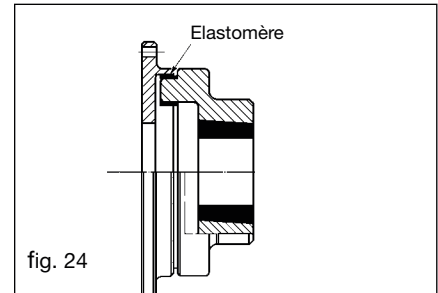

fig. 24
13.12 Remplacement des élastomères du joint GBF (fig. 24)